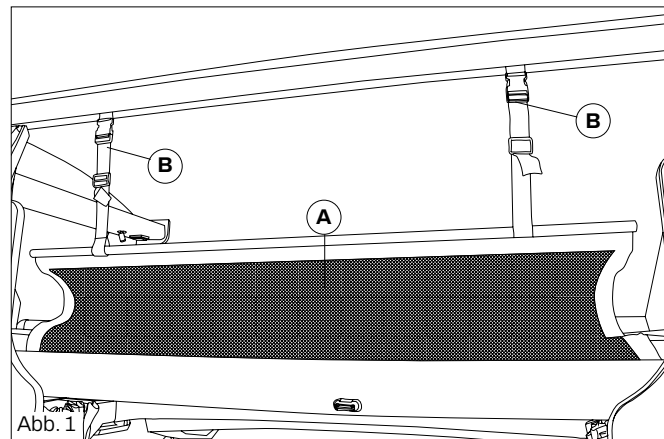
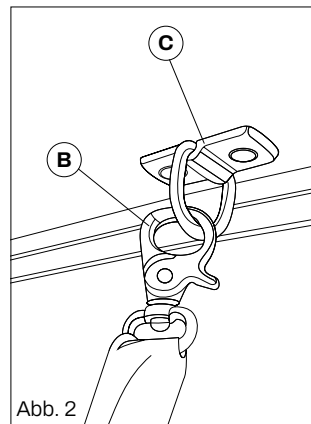

Abb. 1
Abb. 2
Schritt 1 Heben Sie die Stange an, um den Mechanismus zum manuellen Bewegen des Bettes zu betätigen. Die Stange wird in der Garage, an der hinteren Kopfleiste oder im Schrank befestigt (Abb. 1). Schritt 2 Stecken Sie die Stange in den Haken am Motor und drehen Sie sie: Im Uhrzeigersinn geht das Bett nach oben, gegen den Uhrzeigersinn geht es nach unten (Abb. 2).